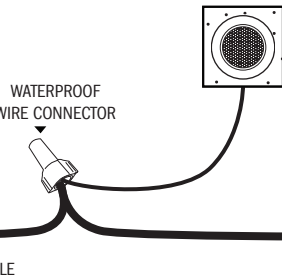

Fig.5
2. Branchez le câble principal au transformateur.(Fig. 5)
2. Connect the main cable to transformer. (Fig. 5)